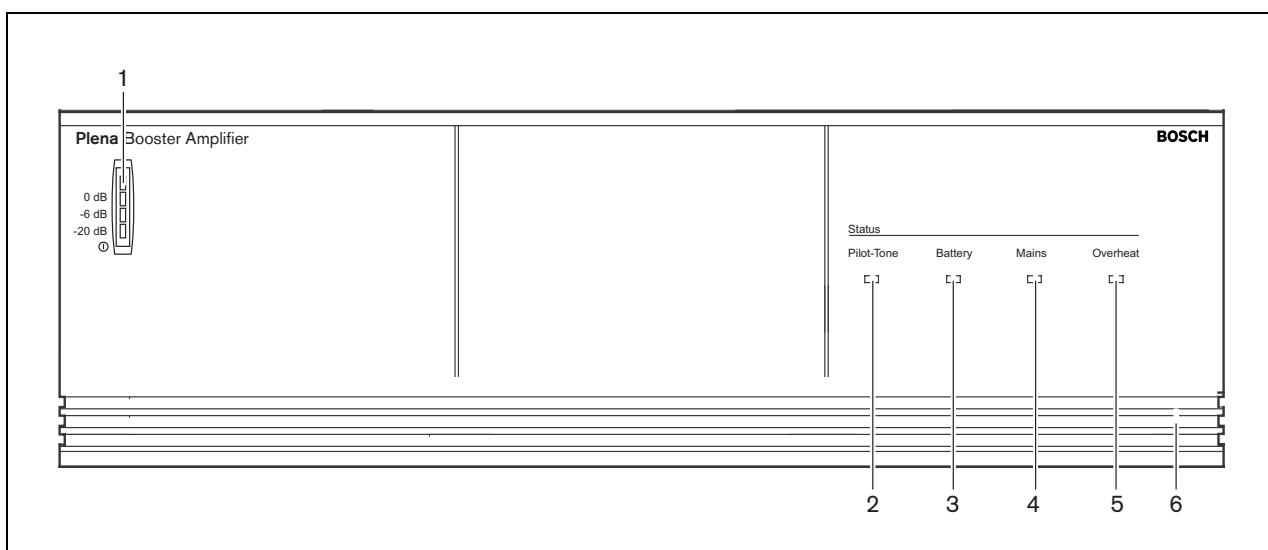

figura 5.2: Panel frontal LBB1938/20
Si se dispone de fuente de alimentación de red o de reserva, la barra VU (1) de la parte frontal del amplificador de potencia se ilumina y muestra el nivel de potencia de salida del amplificador (véase figura 5.2).